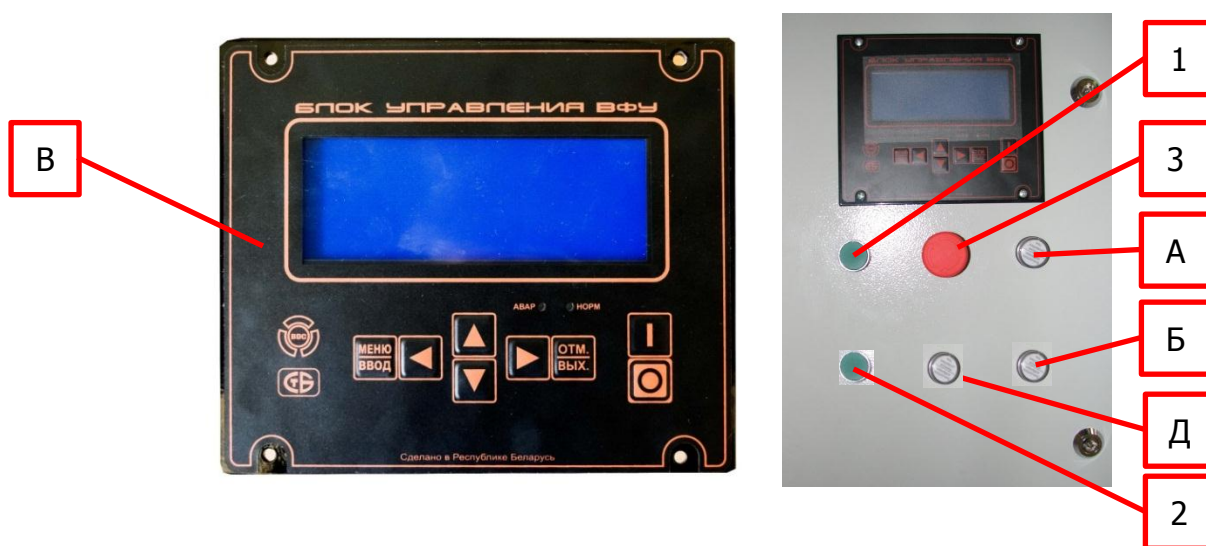

Рисунок 3 – Блок управления и пульт управления фильтровентиляционной установкой «BDC-7 Пылесос»
2. Вращением рукоятки «3» (См. Рисунок 3) поднимите крышку чистой камеры «1» и поверните ее на оси.